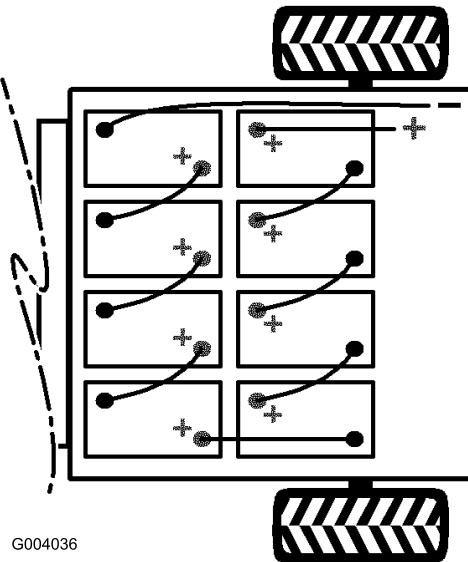

Figura 38
- Scollegate dal polo della batteria il cavo nero, lungo, negativo principale che collega la serie di batterie al veicolo (Figura 38).
- Scollegate dal polo della batteria il cavo rosso, lungo, positivo principale che collega la serie di batterie al veicolo (Figura 38).
Nota: Prestate attenzione alla polarità delle batterie quando montate le batterie nuove (Figura 38).
- Collegate tutte le batterie utilizzando i cavi precedentemente scollegati, come illustra Figura 38.
- Collegate il cavo rosso, lungo, positivo principale tra la serie di batterie ed il veicolo (Figura 38).
- Collegate il cavo nero, lungo, negativo principale tra la serie di batterie ed il veicolo (Figura 38).